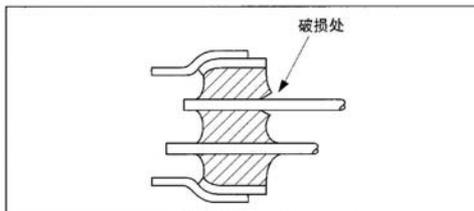

图3
- (1) 要修改弯曲的导脚时, 以及要取出晶振等情况下不能强制拔出导脚, 如果强制地拔出导脚, 会引起玻璃的破裂, 而导致壳内真空浓度的下降, 有可能促使晶振特性的恶化以及晶振芯片的破损 (参阅图 3)。